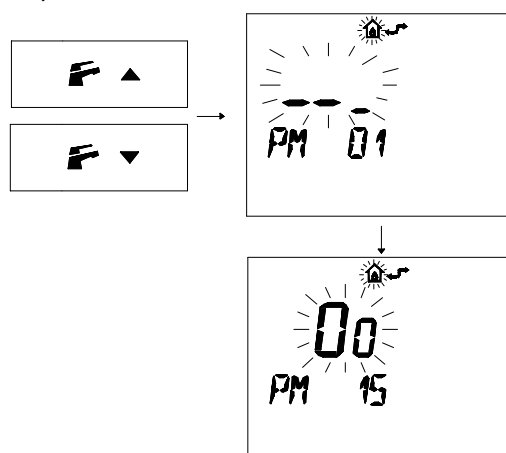

Figura 5.38
- Premere i pulsanti  o  per visualizzare la programmazione "PM15" abilitazione della sonda esterna (Figura 5.38)